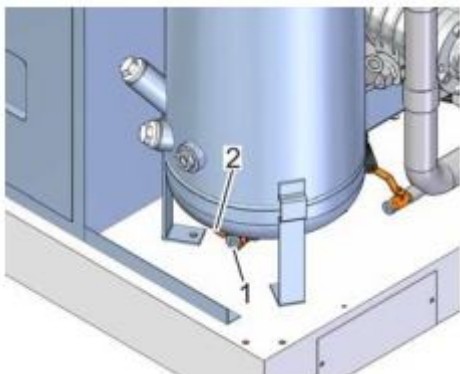

Рис. 35: Слив для охлаждающей жидкости
5. Аккуратно выкрутите резьбовую пробку (Рис. 35/1).
6. Аккуратно откройте слив хладагента (Рис. 35/2) и проверьте вытекающую жидкость.
8. Закройте слив (Рис. 35/2).
9. Снова закрутите резьбовую пробку (Рис. 35/1).